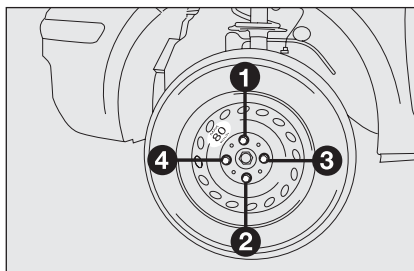

fig. 6
- se servir de la clé fournie pour visser à fond les boulons, en passant alternativement d'un boulon à celui qui lui est diamétralement opposé, suivant l'ordre numérique illustré sur la **fig. 6** ;